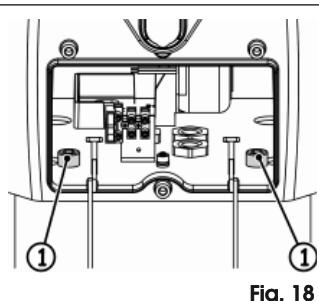

Fig. 18
6. Aprire nuovamente il vano centrale ed avvitare le altre due viti, Fig. 18 rif. ①.